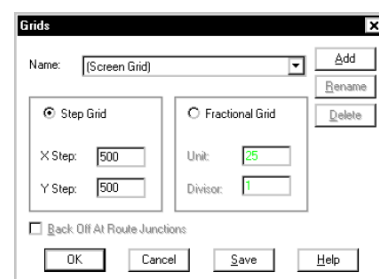

Рис. 12. Настройка видимой сетки.
6. В появившемся окне Grids (рис. 12) в выпадающем списке Name выберем имя сетки Screen Grid.